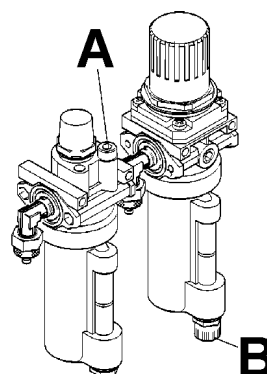

Fig. 6.0-3
H. Vider tous les jours le filtre de l'eau (Fig. 6.0-3)!! Faites ceci en tournant la décharge rapide 'B' et pressant vers le haut. L'eau sera déchargé automatiquement.